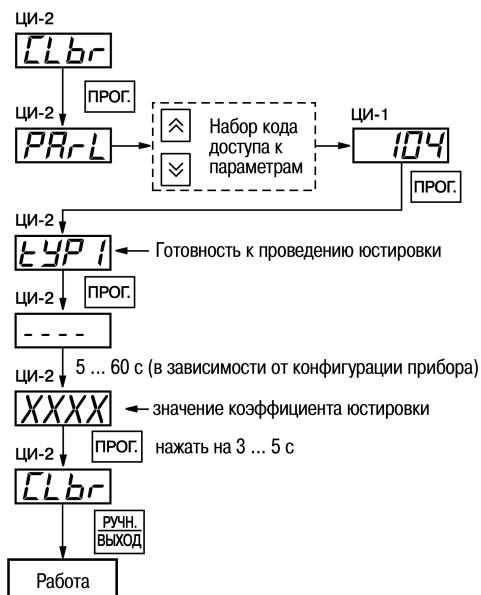

**Рисунок 8.1 – Схема подключения магазина сопротивлений при юстировке**
- Подключить к Входу 1 прибора вместо датчика магазин сопротивления типа MCP-63 (или подобный ему с классом точности не ниже 0,05), установив на нем значение 50,000 Ом. Соединить магазин с прибором по трехпроводной схеме (см. рисунок 8.1). Сопротивления проводов линии должны быть одинаковы и не должны превышать 15,0 Ом.